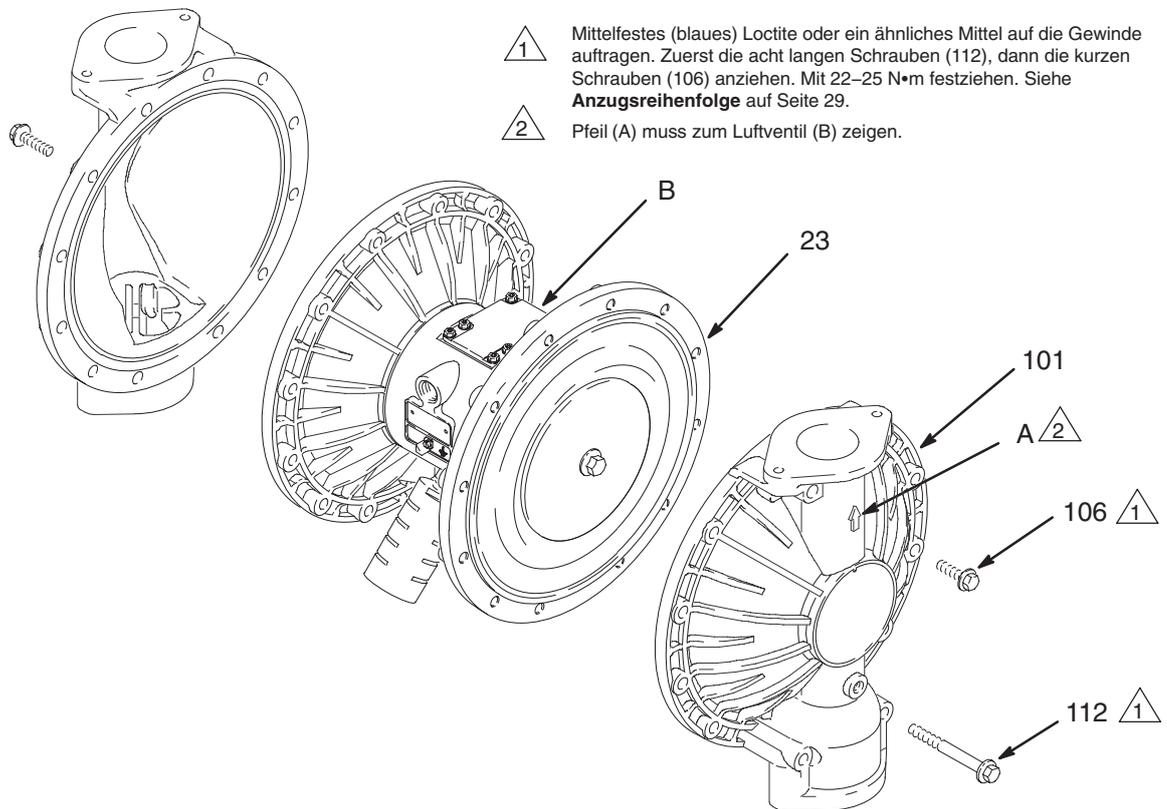

Abb. 11
3. Mit einem 10-mm- und einem 13-mm-Steckschlüssel die Schrauben (106 und 112) lösen, mit denen die Flüssigkeitsabdeckungen (101) an den Luftabdeckungen (23) befestigt sind. Die Materialabdeckungen (101) von der Pumpe abnehmen. Siehe Abb. 11.
- b. Die materialseitige Stauscheibe (105) so an der Schraube befestigen, dass die abgerundete Seite nach innen zur Membran (401) zeigt.
- c. *Nur bei PTFE-Modellen:* die PTFE-Membran (403*) einbauen. Sicherstellen, dass die mit der Aufschrift AIR SIDE gekennzeichnete Seite zum zentralen Gehäuse weist (1).
- d. Die Membran (401*) an der Schraube anbringen. Sicherstellen, dass die mit der Aufschrift AIR SIDE gekennzeichnete Seite zum zentralen Gehäuse weist (1).
- e. Die Stauscheibe der Luftseite (104) so einbauen, dass die vertiefte Seite zur Membran (401) weist.
- f. Mittelfestes (blaues) Loctite® oder ein ähnliches Mittel auf die Gewinde der Schrauben (107) auftragen. Bolzen (107) handfest in die Welle (24) schrauben.
3. Die Membranwelle (24) der Länge nach und an den Enden fetten und durch das Gehäuse (1) schieben.
5. Eine Wellenschraube (107) mit dem Schlüssel festhalten und die andere Schraube mit einem Drehmoment von 27–34 N•m bei maximal 100 U/min anziehen.
6. Die Materialdeckel (101) und das zentrale Gehäuse (1) so ausrichten, dass die Pfeile (A) auf den Deckeln in die gleiche Richtung zeigen wie das Luftventil (B). Die Abdeckungen mit den Schrauben (106 und 112) von Hand anziehen. Die längeren Schrauben (112) in die Öffnungen oben und unten an den Abdeckungen einschrauben. Siehe Abb. 11.
7. Zunächst die längeren Schrauben (112) mit einem 13 mm-Steckschlüssel entgegengesetzt und gleichmäßig auf 22–25 N•m anziehen. Dann die kürzeren Schrauben (106) mit einem 10-mm-Steckschlüssel anziehen. Siehe **Anzugsreihenfolge**, Seite 29.